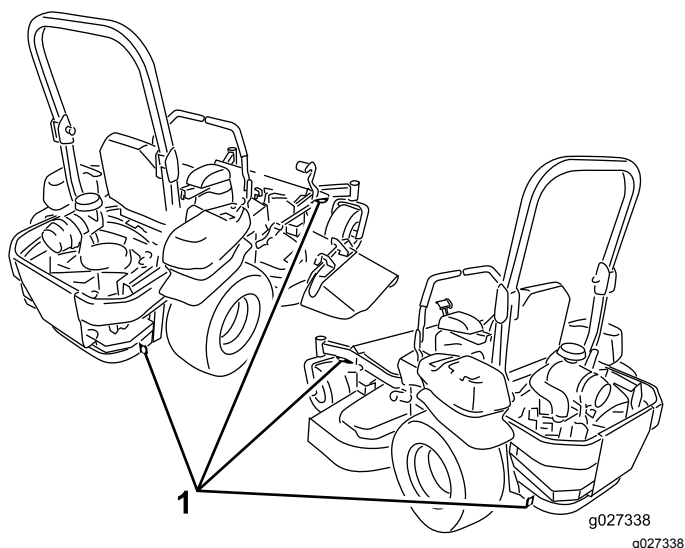

Figura 46
6. Amarre la máquina junto a las ruedas giratorias delanteras y el guardabarros trasero con correas, cadenas, cables o cuerdas (Figura 46). Consulte la normativa local respecto a los requisitos de amarre.